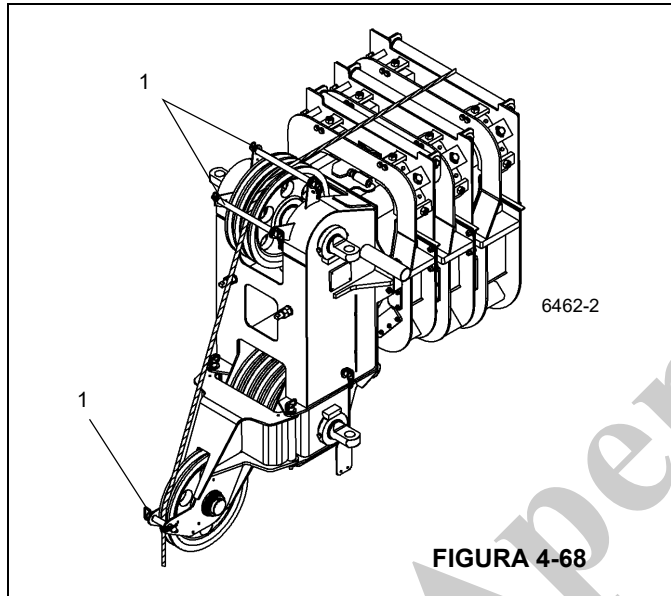

FIGURA 4-68
- Remova as hastes de retenção do cabo (1) na cabeça da lança principal e na extremidade da lança auxiliar de polia única Figura 4-68.